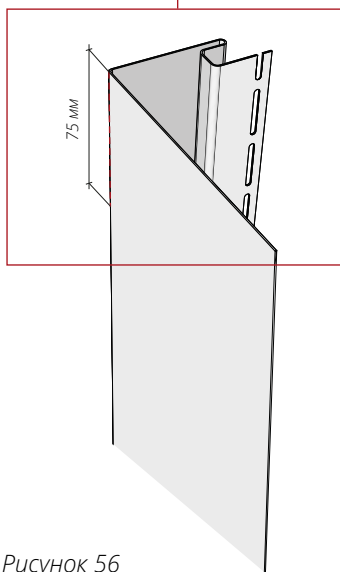
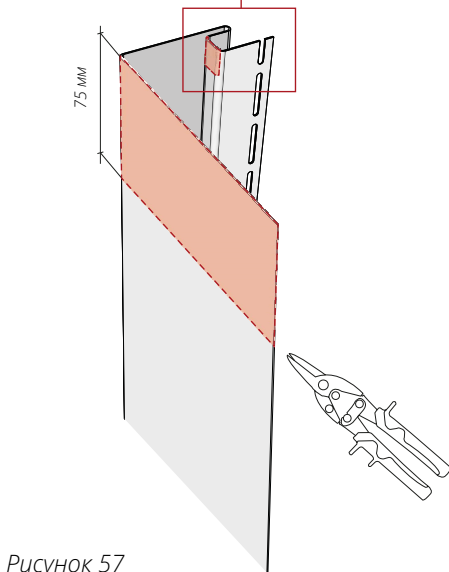

Рисунок 56
Рисунок 57
13.13 Сделайте разметку с последующим подрезом согласно рис. 56, рез должен проходить по центру загиба. Далее отмерьте и подрежьте широкую часть околооконной планки (рис. 57). Произведите вырез в пазовой части околооконной планки (рис. 57.1).